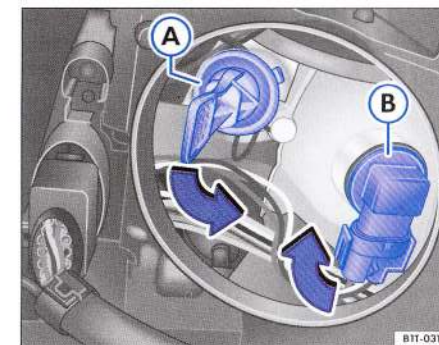

Fig. 52 Farul din dreapta, văzut din compartimentul motorului: Becul luminii de semnalizare (A) și becul luminii de staționare (B).
5. Rotiți suportul becului în sensul indicat ⇒ fig. 52 (A) și scoateți suportul cu becul.
5. Rotiți suportul becului în sensul indicat ⇒ fig. 52 (B) și scoateți suportul cu becul.